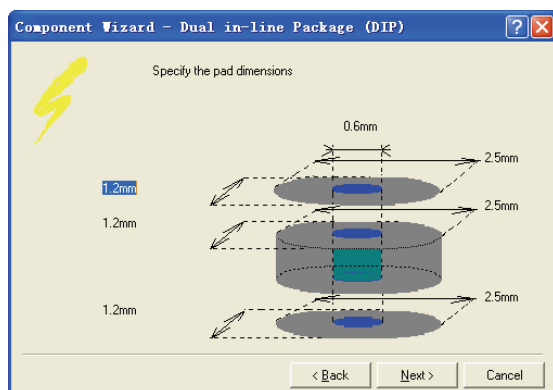

图 6-93 焊盘尺寸设置
(4) 单击 **Next >** 按钮，进入焊盘尺寸设定画面，选择默认设置，如图 6-93 所示。